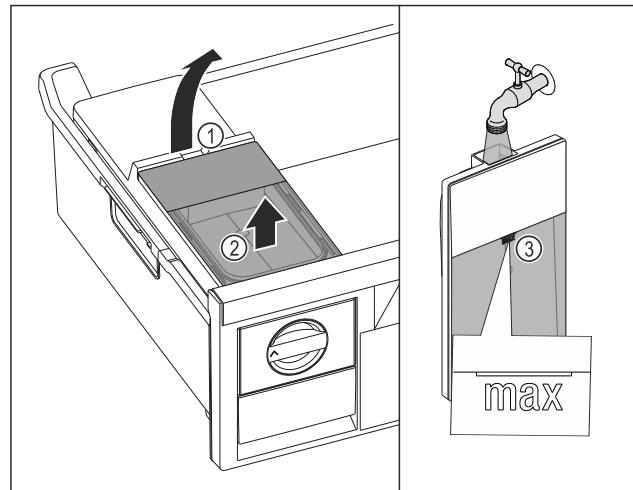

Fig. 180
- Підняти бак для води за заглиблення Fig. 180 (1).
- Вийняти бак для води рухом вгору. Fig. 180 (2)
- Наповнити бак для води питною водою до позначки Fig. 180 (3).